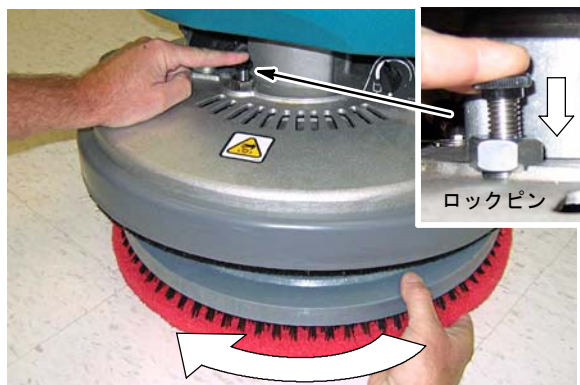

図 12
6. パッドドライバー/ブラシを取り外す場合は、モーターハブのロックピンを押し、パッドドライバー/ブラシを右に回してください(図 12)。